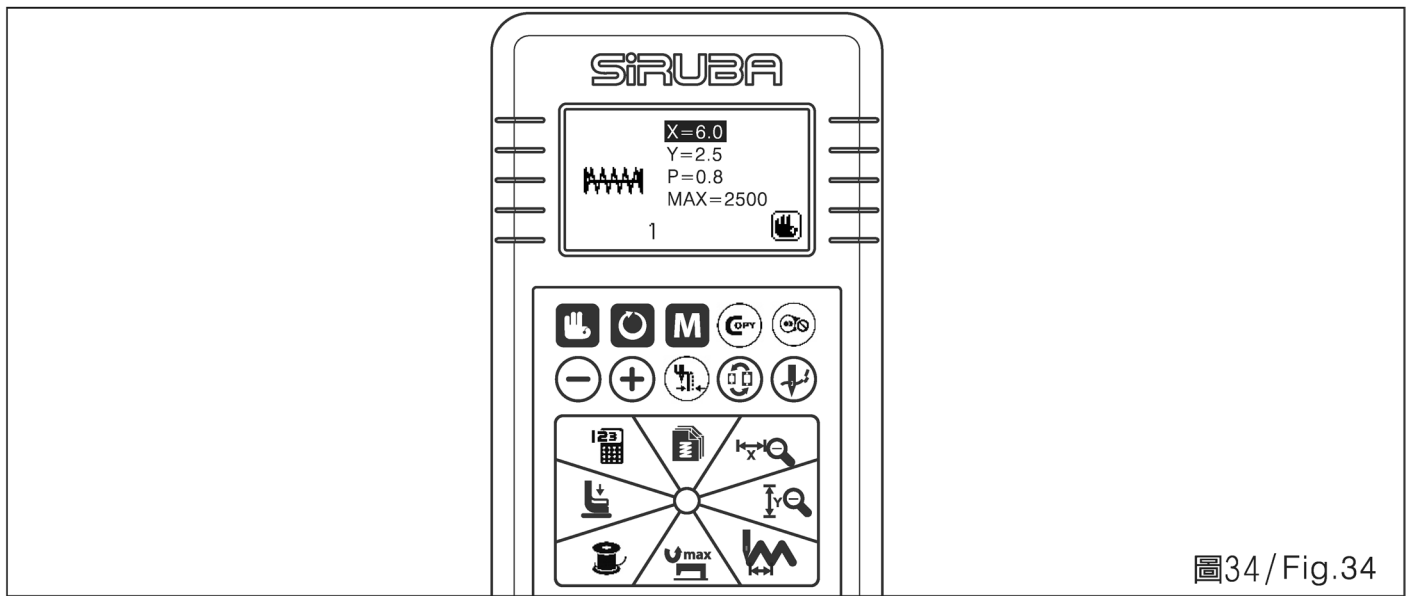

Fig.34/ Fig.34
3. Configure o limite de comprimento X (Fig. 34)